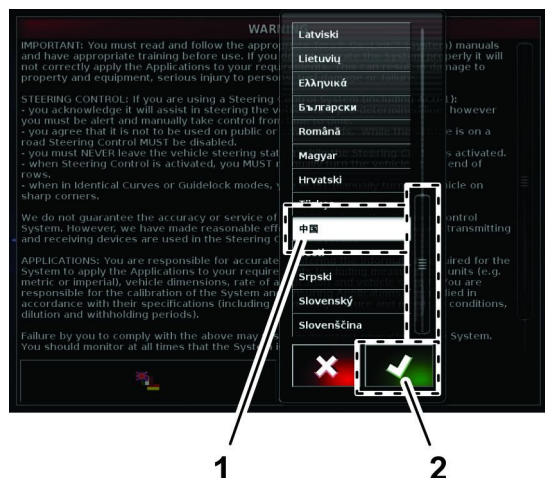

Figure 16
2. Dans la boîte de dialogue de sélection de la langue, naviguez jusqu'à la langue de votre choix, sélectionnez-la dans la liste et appuyez sur l'icône Oui (Figure 16).